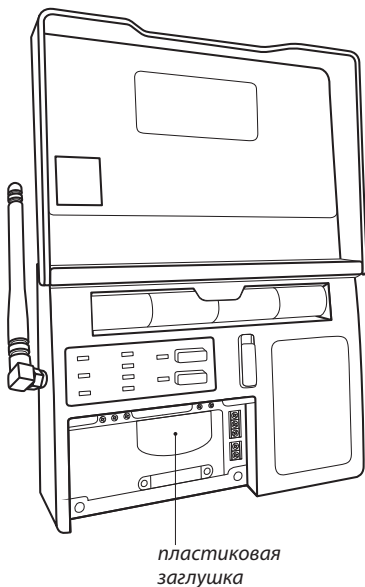

Рис. 6. Вид модуля управления Neptune ProW+ WiFi с открытой крышкой коммутационного отсека
3. Откройте крышку коммутационного отсека (рис. 6).
4. Выполните подключение проводных датчиков серии SW, проводов электропитания и кранов с электроприводами в соответствии со схемой на рис. 5. При необходимости, для ввода проводов в коммутационный отсек удалите пластиковую заглушку, расположенную в нижней части корпуса прибора при помощи отвёртки (рис. 6, 7).